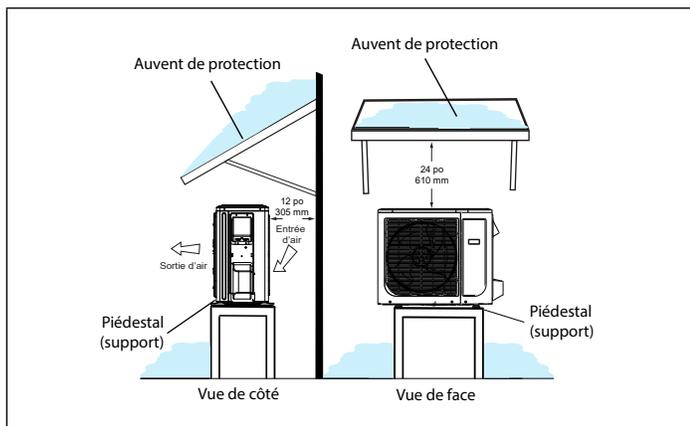
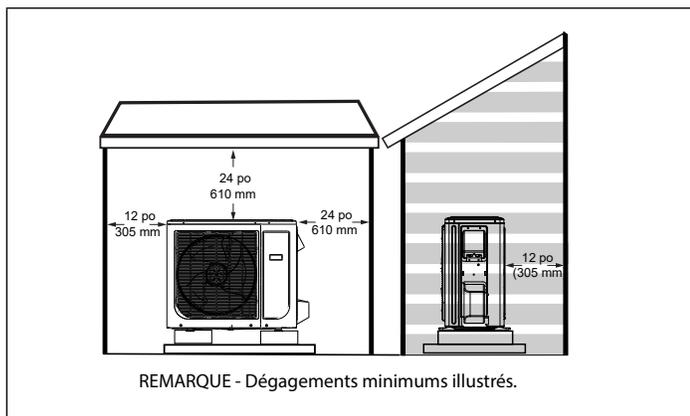

Figure 18. Unité extérieure sur piédestal et sous auvent de protection (typique)
Figure 23. Abri de style niche à chien (typique)
- Si l'unité extérieure peut être exposée de manière prolongée aux rayons directs du soleil et atteindre des températures dépassant 100 °F (38 °C), il est recommandé de construire un auvent comme illustré à la « Figure 18. Unité extérieure sur piédestal et sous auvent de protection (typique) » ou à la « Figure 23. Abri de style niche à chien (typique) » à la page 42
- Installer l'unité à l'écart des porte-à-faux des toits pour empêcher l'eau ou la glace de tomber sur ou devant l'échangeur ou l'unité. Construire un auvent comme illustré à la « Figure 18. Unité extérieure sur piédestal et sous auvent de protection (typique) ».
- L'unité extérieure peut être installée dans un abri de style niche à chien comme illustré à la « Figure 23. Abri de style niche à chien (typique) »